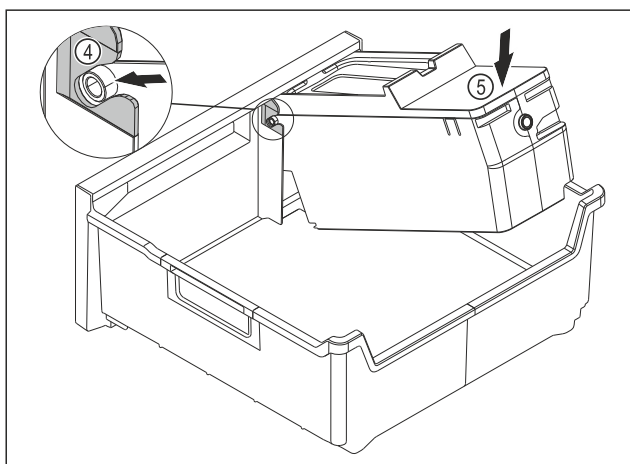

Fig. 95
- ▶ Montáž korpusu EasyTwist-Ice: Osy korpusu EasyTwist-Ice zasuněte do vedení Fig. 95 (4).
- ▶ Stlačte korpus EasyTwist-Ice Fig. 95 (5) vzadu dolů.